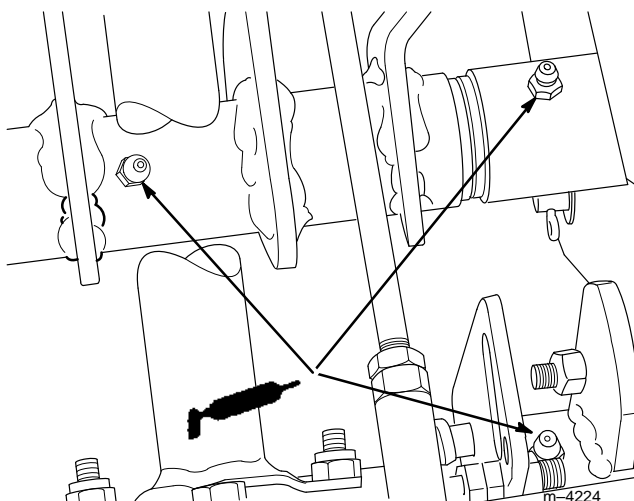

Figure 33
4. Lubrifier les trois graisseurs (Fig. 33).